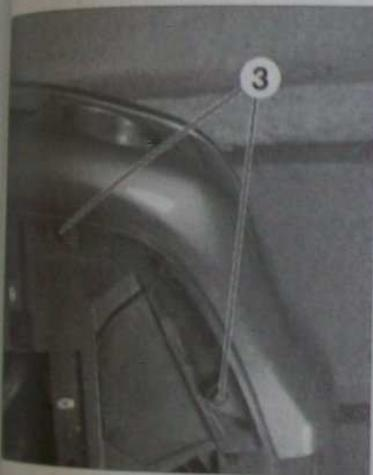

FIG.2
Déposer les 2 clous inférieurs (3) (Fig.2).